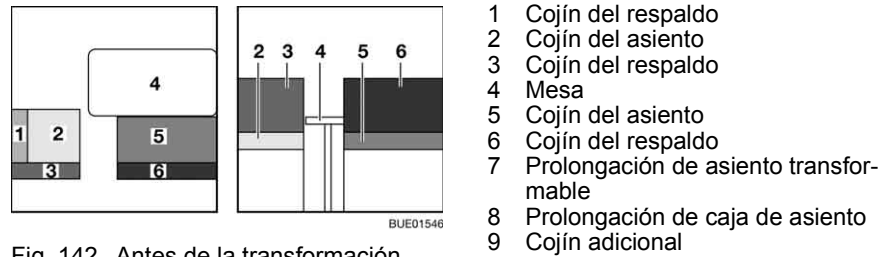

Fig. 142 Antes de la transformación
- Transformar la mesa (Fig. 142,4) en base de cama (véase apartado 6.12).
- Quitar el cojín del respaldo (Fig. 142,1) y ponerlo a un lado.